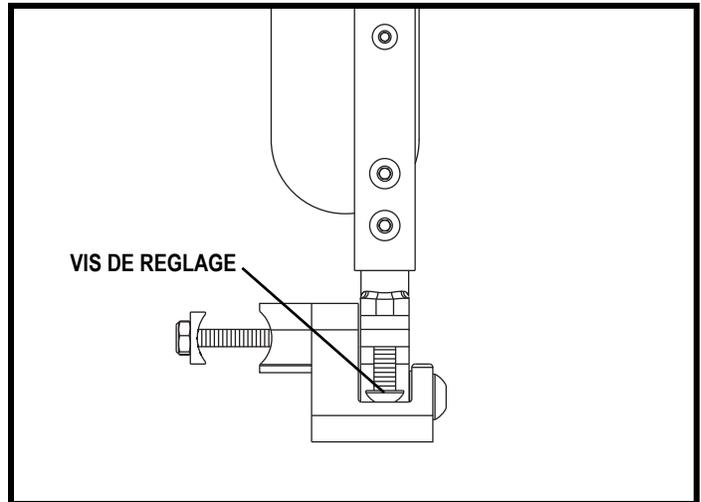

Figure 34. Réglage d'un accoudoir relevable non verrouillable
2. Tournez la vis de réglage pour soulever ou abaisser l'avant de l'accoudoir. **Voir la figure 34.**